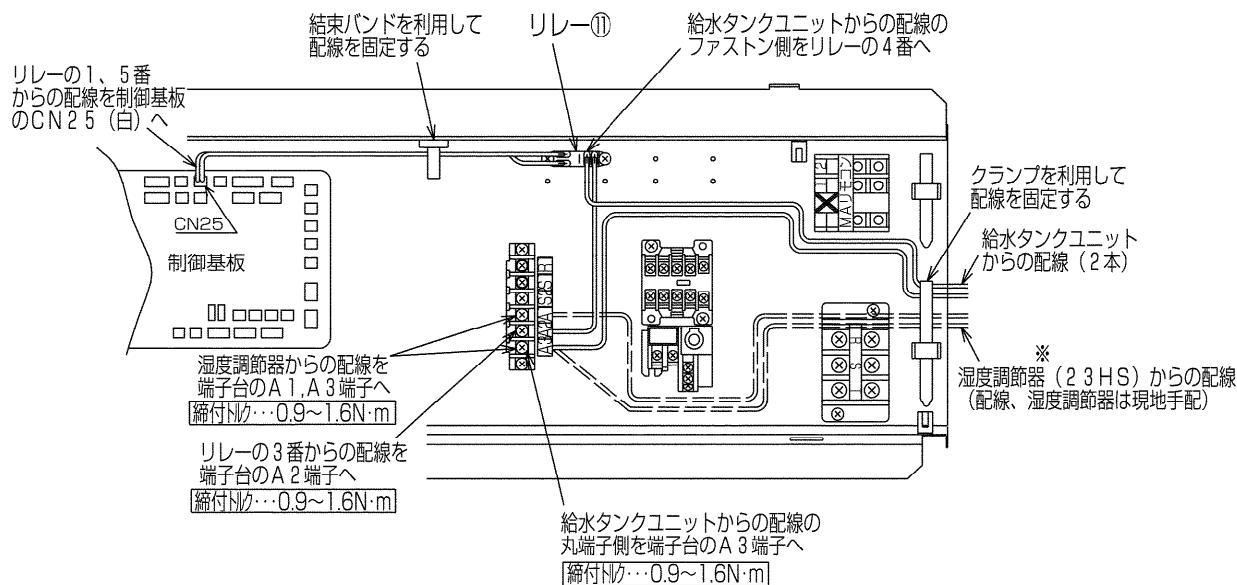

図11
- 2) リレー⑪を **図11** の位置にネジ⑬にて取付けてください。(ネジ2本)
- 3) 給水タンクユニット②から出ている配線、リレー⑪から出ている配線は **図11** を参照して接続してください。その際、制御箱の手前で配線にトラップを設けて、パンタイ⑭にて結束してください。… **図12**